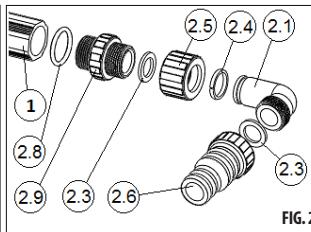

FIG. 2
- 1) Completare il pannello. Avvitare ai tubi del pannello solare i riduttori (2.9) con anelli a 0 di silicone (2.8). CONSIGLIAMO DI APPLICARE UN SOTTILE STRATO DI GRASSO IN DOTAZIONE SULLA SUPERFICIE DI TENUTA ANTERIORE DEL PANNELLO SOLARE (1), PER EVITARE PERDITE POTENZIALI. Montare quindi sui riduttori i raccordi filettati (FIG. 2) e i tappi (FIG. 3). In uno dei tubi del pannello è presente la guarnizione centrale; montare i raccordi filettati su questo tubo e i tappi sull'altro.